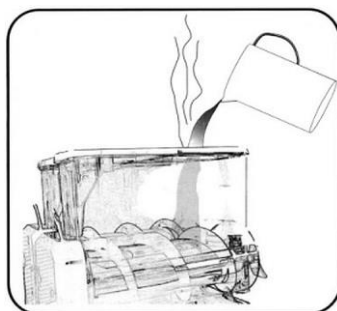

Fig.17
2. Fyld beholderen med lunkent vand og tøm den gennem aftapningshanen (fig. 17, 18).